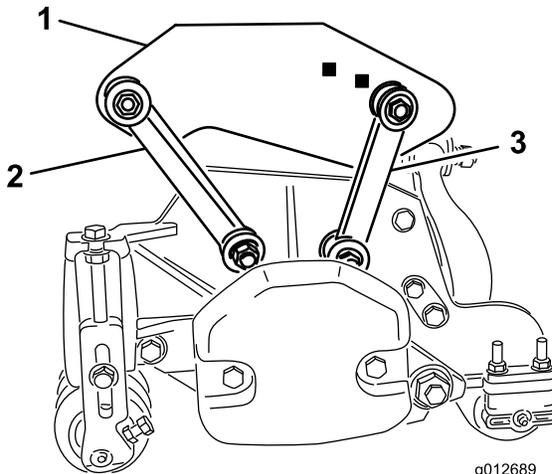

Рисунок 19
- Прикрепите передние монтажные тяги к отверстиям несущих рам с помощью болтов (3/8 x 2-1/4 дюйма), двух плоских шайб и контргаяк, как показано на Рисунок 19. Во время монтажа установите с каждой стороны тяги по шайбе. Затяните крепежные элементы с моментом 42 Н·м.
- Прикрепите задние монтажные тяги к отверстиям задних несущих рам с помощью болтов (3/8 x 2-1/4 дюйма), двух плоских шайб и контргаяк, как показано на Рисунок 19. Во время монтажа установите с каждой стороны тяги по шайбе. Затяните крепежные элементы с моментом 42 Н·м.